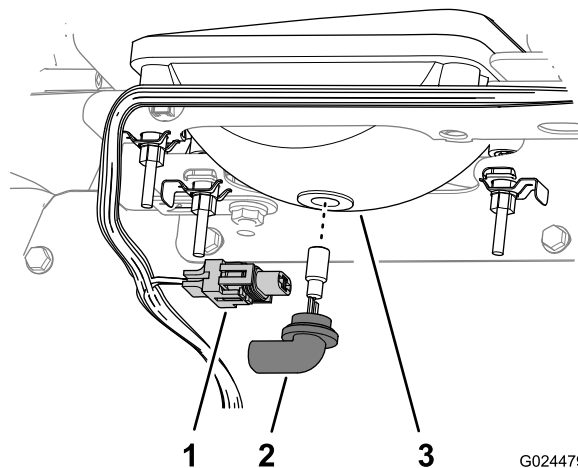

Figura 49
3. Desligue o conector elétrico para a cablagem do conector do conjunto da lâmpada, na parte de trás do compartimento do farol (Figura 49).
4. Rode o conjunto da lâmpada 1/4 de volta para a esquerda e mova-o para trás, para fora do compartimento do farol (Figura 49).
5. Insira o novo conjunto da lâmpada e alinhe as linguetas no conjunto da lâmpada com as ranhuras no compartimento do farol (Figura 49).
6. Fixe o conjunto da lâmpada rodando-o 1/4 de volta para a direita (Figura 49).
7. Ligue o conector elétrico para a cablagem ao conector do novo conjunto da lâmpada (Figura 49).